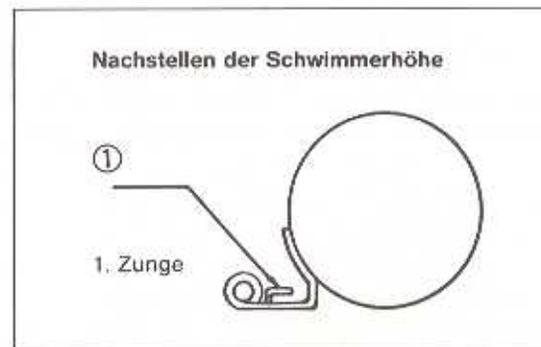

Bild 65
- Der Schwimmerstand darf nur durch Verbiegen der Zunge geändert werden (Bild 65). Der Schwimmer selbst darf in keinem Fall verbogen werden!